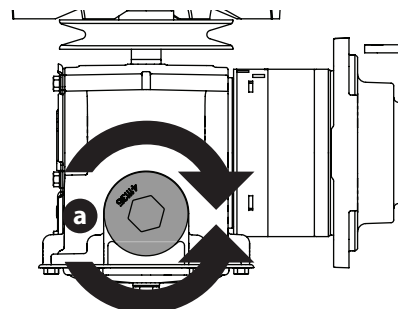

Figure 43
2. Placez un récipient approprié sous le bouchon de vidange (a) de la transmission. Retirez le bouchon de vidange (a) et laissez l'huile de transmission s'écouler (Figure 43).